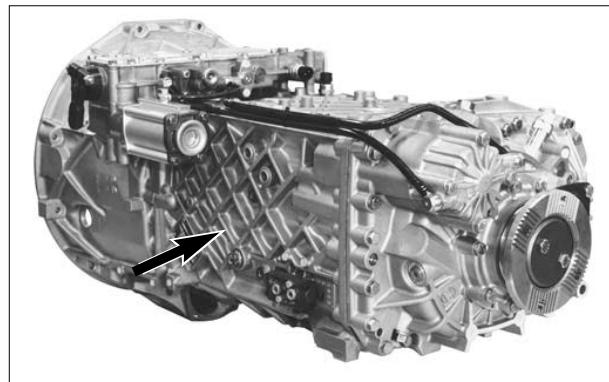

Рис. 11
- Долить масло сквозь отверстие для заправки масла (Рис. 11).